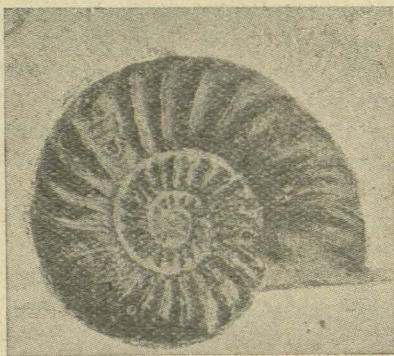

Fig. 1
No se trata de encerrar el arte dentro de un compartimiento. No, no. Ya la naturaleza nos muestra un conjunto de disposiciones en formas concretas con clarísima tendencia a ordenarse o desarrollarse en esquemas o sistemas formales geométricos. Así, la simetría de los vertebrados, o la disposición de los cristales, o la ley de crecimiento de las plantas o el caracol de un Ammonite (Fig. 1) (5), o las espirales de Arquímedes en la cola
(4) Que no es otro que el que se extiende desde las "Curves of life", de Cook, a la Geometría Sensible, de Nicod.
(5) La figura I reproducida de "The Curves of life", de Sir Theodore Cook (Constable & C., Londres).